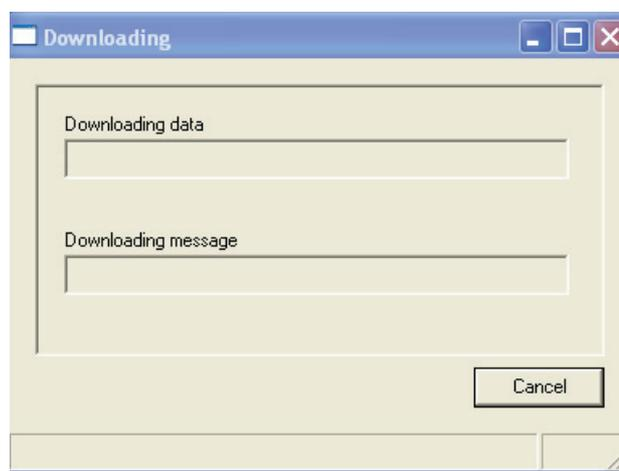

figura 8.20: Finestra di scaricamento della configurazione
- Facendo clic su No, il software inizia a scaricare il piano operativo dal Plena Weekly Timer al PC, e compare la finestra Downloading (vedere la figura 8.20). Quando lo scaricamento è completo, questa finestra si chiude.